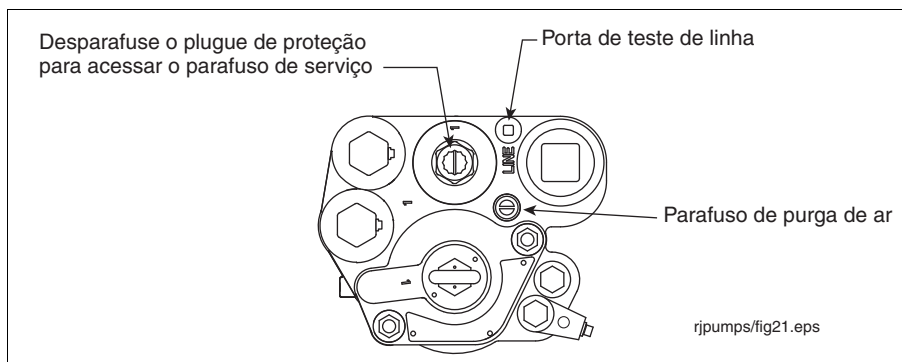

Figura 42. Localizações do parafuso de manutenção, da porta de teste de linha e do parafuso de purga de ar
3. Remova o plugue da porta de teste de linha (consulte a Figura 42). Aplique pressão na porta de teste da linha (máximo de 50 psi [345 kPa]).
6. Gire o parafuso de purga de ar de 2 a 3 voltas no sentido anti-horário (consulte a Figura 42).
1. Remova e guarde o plugue de proteção sobre o parafuso de serviço e gire o parafuso no sentido horário (consulte a Figura 42). À medida que o parafuso se aproxima da posição inferior, você ouvirá a depressurização do sistema. Continue girando o parafuso até que ele não possa mais avançar.
5. Gire o parafuso de purga de ar de 2 a 3 voltas no sentido anti-horário (consulte a Figura 42).